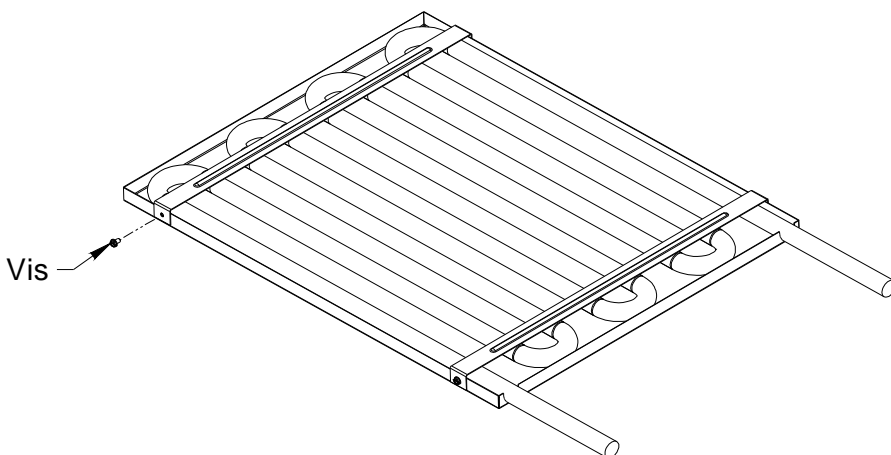
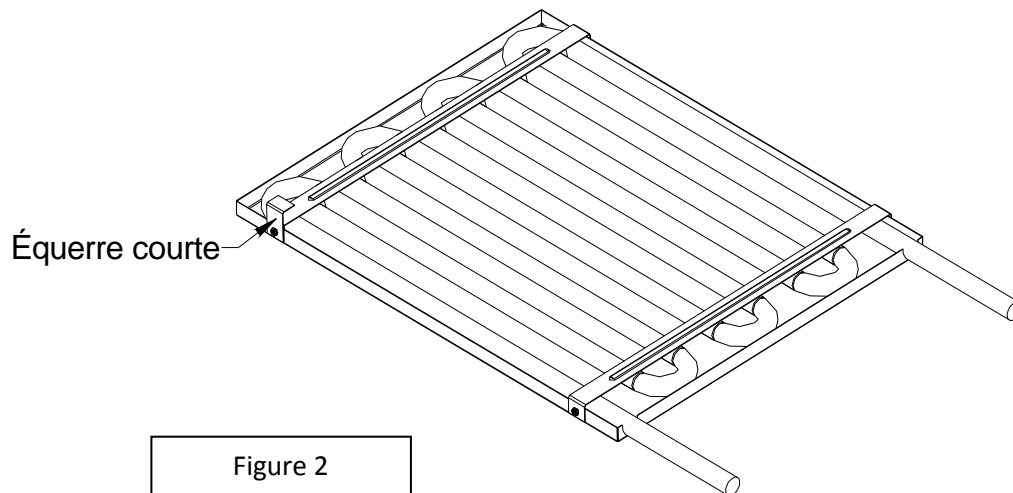
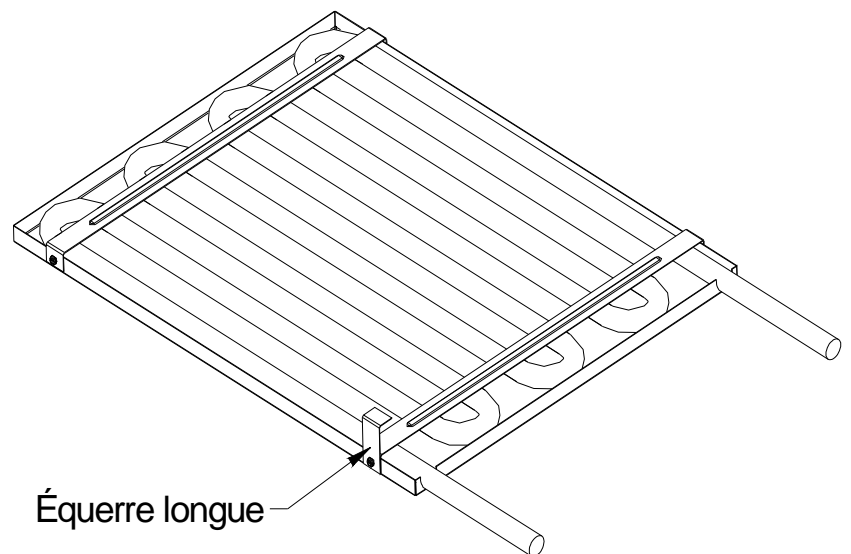

Figure 1
Figure 2
Figure 10
Étape 1: Retirez la vis située à gauche du serpentin assemblé tel qu'indiqué à la figure 1. Conservez cette vis pour installer l'équerre courte fournie dans cet ensemble tel qu'illustré à la figure 2.
Étape 1: Retirez la vis située à gauche du serpentin assemblé tel qu'indiqué à la figure 1. Conservez cette vis pour installer l'équerre longue fournie dans cet ensemble tel qu'illustré à la figure 10.